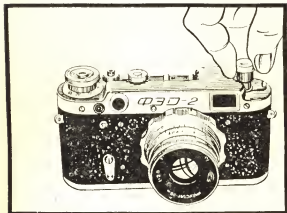

Рис. 18.
Поднимите вверх головку для перемотки пленки (15) и вращайте ее по направлению стрелки, выгравированной на ее торце (рис. 18).